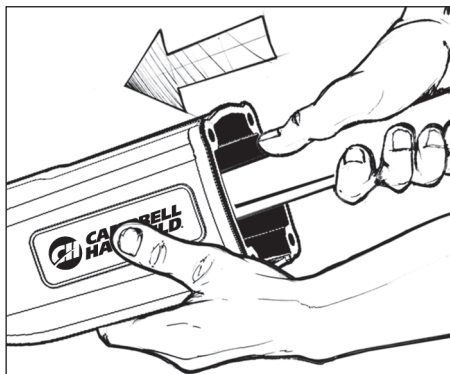

Figure 10 - Utiliser le manche d'un outil
1. Pousser l'assemblage du piston vers le bas en utilisant le manche d'un tournevis, d'un marteau ou tout autre manche non métallique et ne comportant pas d'arêtes coupantes. (voir la figure 10).